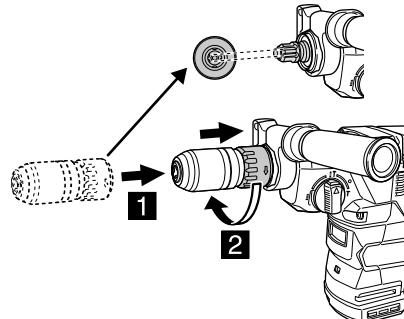

图 20
- (1) 使锁定夹卡与齿条吻合。
- (2) 推入锁定夹卡, 并按照锁定夹卡上显示的箭头方向进行旋转 (图 20)。
- (3) 试着拉出锁定夹卡, 确认已安装牢固。